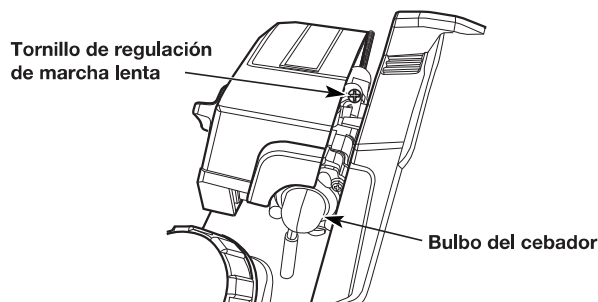

Fig. 24
- Si el motor se detiene, aumente la velocidad de funcionamiento en marcha lenta. Con un pequeño destornillador Phillips gire el tornillo en el sentido de las agujas del reloj, 1/8 de giro por vez, hasta que el motor funcione en marcha lenta suavemente (Fig. 24).
- Si el cabezal de corte gira mientras el motor funciona en marcha lenta, reduzca la velocidad en marcha lenta. Gire el tornillo de la velocidad en vacío en el sentido contrario a las agujas del reloj, 1/8 de giro por vez, hasta que el cabezal de corte deje de moverse (Fig. 24).